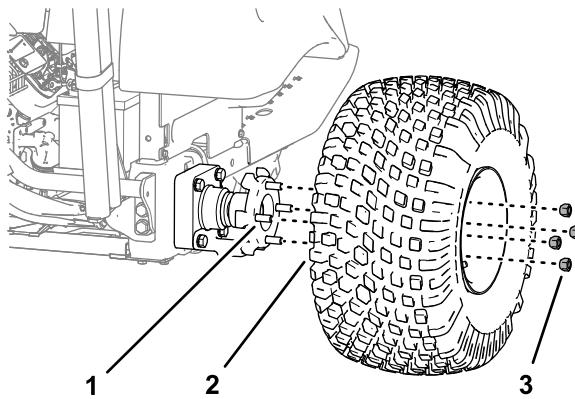

図 29
2. ホイールをハブに固定しているホイールナット4個を外してホイールとタイヤを取り外す図 29。
7. ホイールハブのスタッドにホイールとタイヤを組み付ける図 29ステップ2で外したホイールナット4個を使用し、ナットを手締めする。